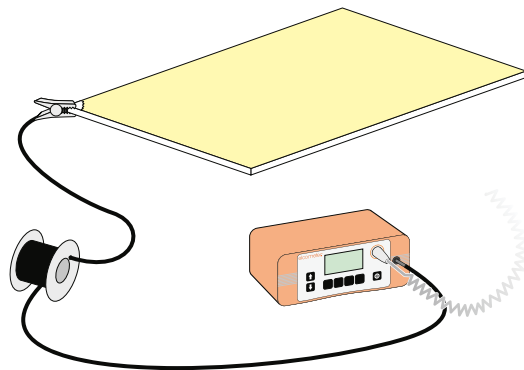

Figure 2
- 2 Fixer la pince du câble de mise à la terre sur une zone du substrat non revêtu. Brancher l'autre bout du câble sur l'instrument. (Figure 2).